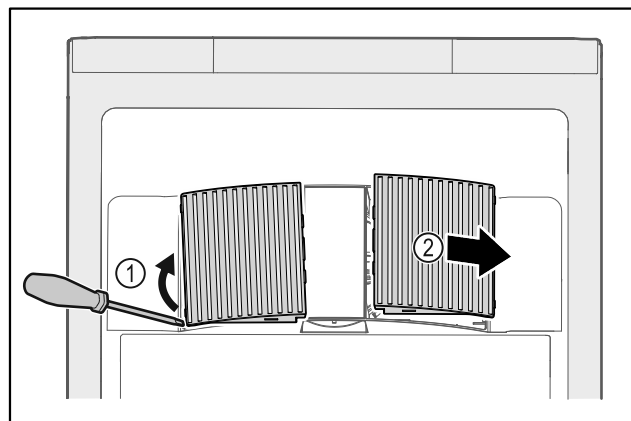

Fig. 34
- ▶ Izceliet uzmanīgi ventilatora pārsegu no sāniem Fig. 34 (1) un noņemiet uz priekšu Fig. 34 (2).